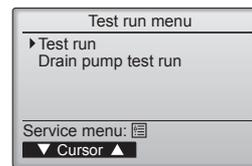

Fig. 7-5
- ④ Wählen Sie "Test run" (Testlauf) mit der Taste  oder , und drücken Sie die dann die Taste . (Fig. 7-5)